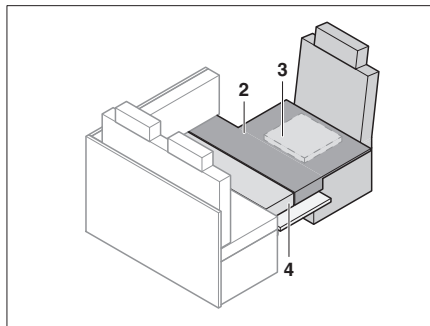

Fig. 182 Après la transformation
- Placer le coussin supplémentaire comme montré en Fig. 182.